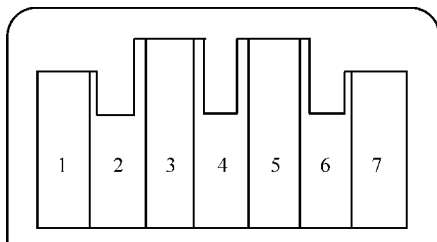

图 13-16 内循环控制电动机连接器
2) 如图 13-16 所示，将蓄电池电源连接到内循环控制电动机 1 号端子并将 2 号端子搭铁，内循环控制电动机应该平稳运转，且停在内循环位置。如果情况不是如此，将端子反接；内循环控制电动机应该平稳运转，且停在外循环位置。内循环控制电动机停止运转时，应立即断开蓄电池电源。